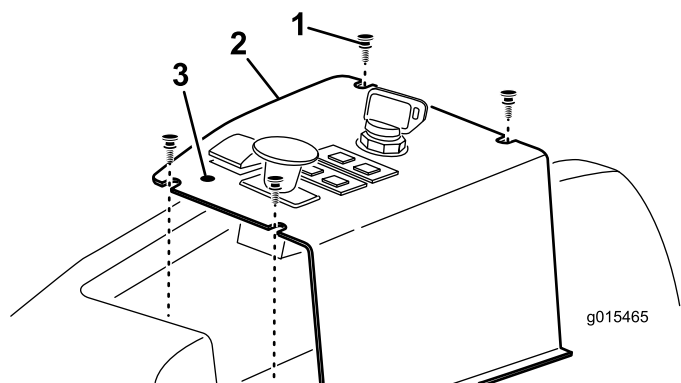

Figura 12
1. Individuate esattamente e forate il materiale dell'adesivo del pannello di controllo, davanti all'interruttore di sollevamento, per mostrare il foro di montaggio della leva di bloccaggio sollevamento (Figura 12).
2. Rimuovete le (4) viti che fissano il pannello di controllo alla macchina (Figura 12).